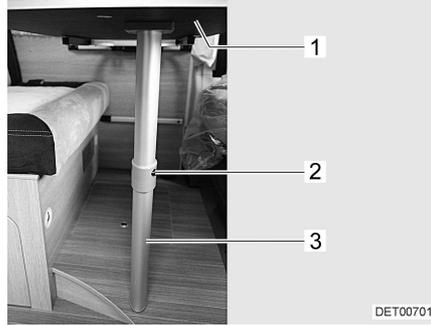

Bild 40 Bettunterbau
- Tischplatte (Bild 40,1) vorn leicht anheben.
- Entriegelungsknopf (Bild 40,2) drücken und den unteren Teil des Gelenkstützfußes (Bild 40,3) um 90° umklappen.